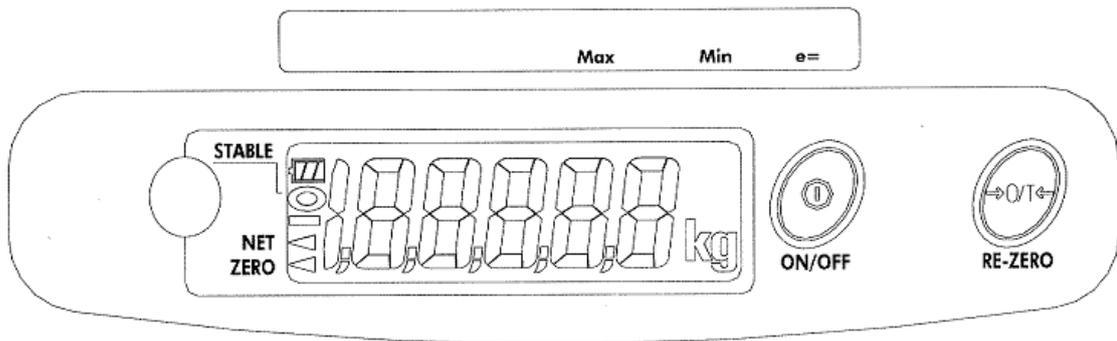

Abb. 2 Display
6.1.1 Das Gerätedisplay trägt folgende Aufschriften (siehe Abb. 2):
- Abb. 2 Display